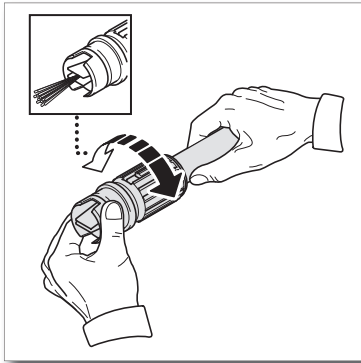

Fig. 22
- Retirez la lance ajustable. Faites tourner la buse sur la lance ajustable au réglage de jet étroit pour ouvrir les languettes. (**Fig. 22**).